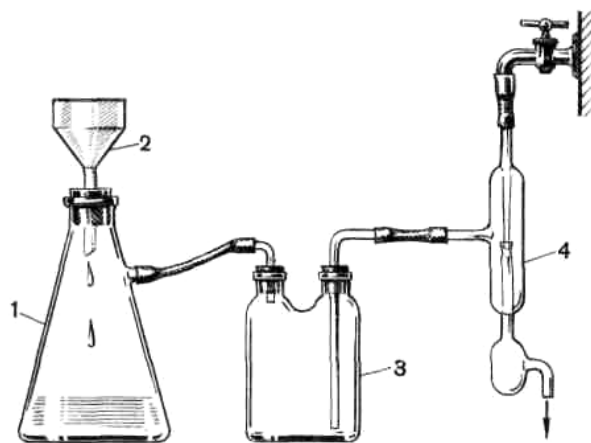

Рис. 23. Фильтрация при пониженном давлении: 1 – колба Бунзена;
Для этой цели собирают прибор, изображенный на рис. 23, который состоит из колбы Бунзена (1), фарфоровой воронки Бюхнера (2), предохранительной склянки (3) и водоструйного вакуум-насоса, присоединенного к водопроводному крану.